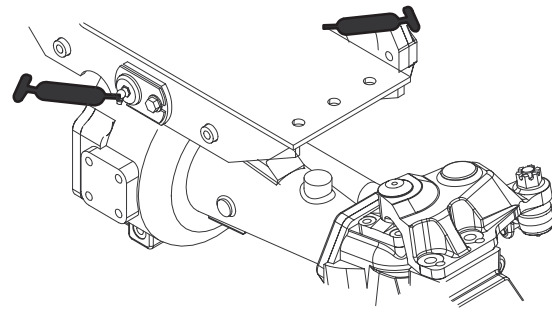

Figure 33
- Bagues de pivot d'essieux avant et arrière (2) (Fig. 33)